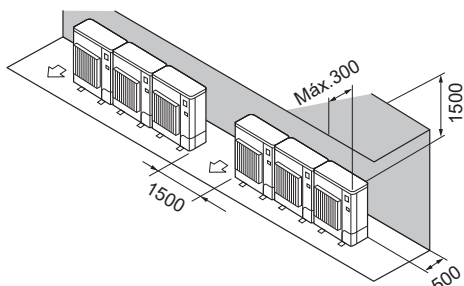

Fig. 2-14
- (2) Obstáculos apenas na parte de trás e por cima (Fig. 2-14)